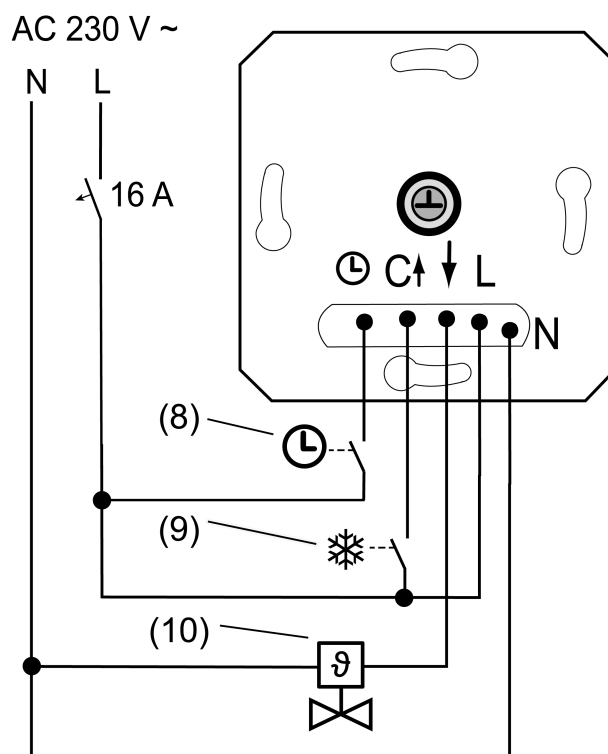
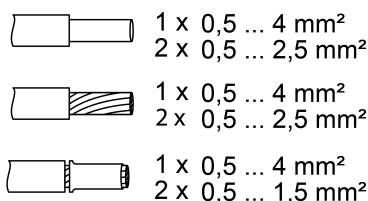

Bild 2: Anslutningsexempel för insatsen
Bild 3: Klämbär ledningsarea
- Anslut det elektrotermiska ställdonet (10) till insatsen (1) enligt anslutningsschemat (Bild 2). Beakta ledarareorna (Bild 3).
- Koppla alternativt ingången Sänkt drift ☹ via en brytarkontakt till ett centralur (8). Om 230 V ligger an mot ingången minskas den inställda börtemperaturen med 4 °C.
- Koppla alternativt ingången Kylning C via en brytarkontakt på värmeanläggningen (9). Om det finns 230 V på ingång C är kyldriften aktiv. Om dessa 230 V stängs av, växlar enheten automatiskt till värmedrift. Efter varje omkoppling lyser LED-lampan i 10 sekunder i färgen för det aktuella driftsättet.
- Sätt på täckramen (2), centralplattan (4) och manövreringsknappen (5).